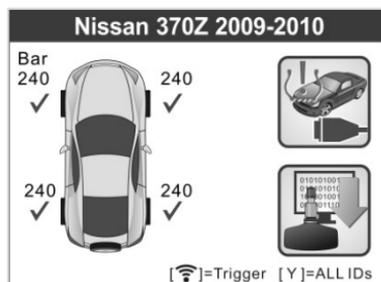

Imagen 4.17
- 2) Aparecerá una pantalla de activación con la información del sensor activado previamente (imagen 4.17). Utilice el botón de desplazamiento **ARRIBA/ABAJO** o **IZQUIERDA/DERECHA** para seleccionar la rueda deseada. Después, pulse el botón **PRUEBA** para reactivar el sensor o pulse el botón **Y** para ver